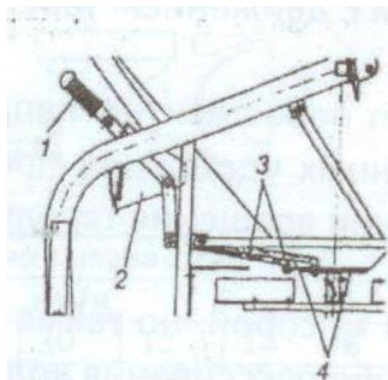

Рис. 2. Механизм регулировки
Регулировка дозы вносимых удобрений (рисунок 2) - Механизм регулировки высева находится в передней части бункера для удобрений. Он состоит из двух задвижек (шиберов) (4), которыми управляется с помощью правой и левой тяги (3) и рычагами (1).